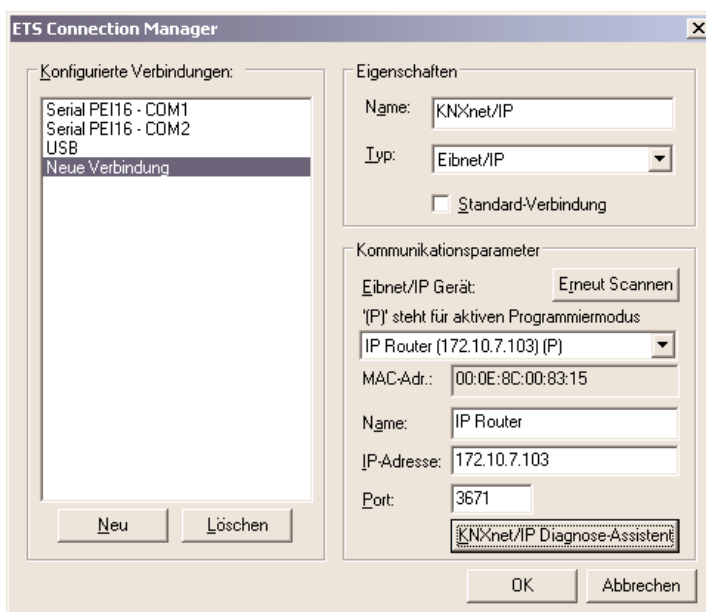

Bild 8: Vollständige Schnittstellenkonfiguration des IP Routers
5. Im Anschluss kann die Konfiguration der neuen Verbindung durch Anklicken der Schaltfläche "OK" abgeschlossen werden. Die Kommunikationsparameter (vgl. Bild 8) sollten unverändert bleiben.